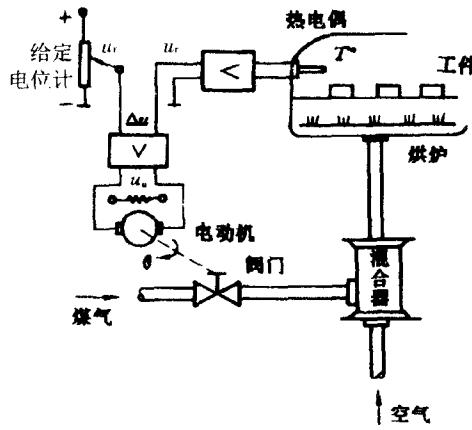

图 1-9 烘箱温度控制系统
**[例 1-3]** 烘箱温度控制系统工作原理如图 1-9 所示。试分析系统工作原理, 确定被控对象、被控量和给定量, 画出系统方框图。
系统方框图如图1-9所示。